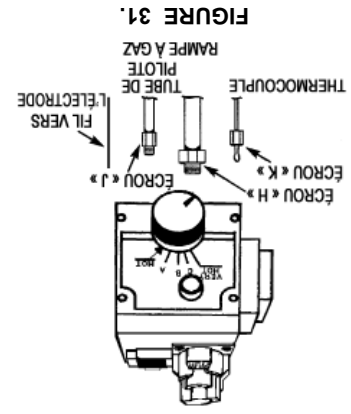
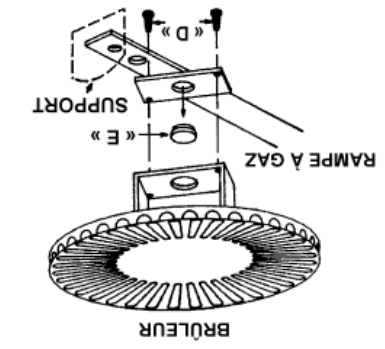
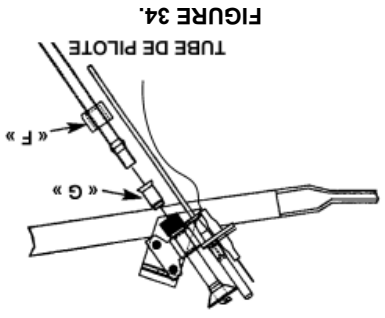

FIGURE 31.
FIGURE 33.
FIGURE 34.
Étape 15. Vérifiez les fuites de gaz avec uniquement la flamme du pilote qui brûle en utilisant une solution d'eau savonneuse, et non une allumette ou une flamme ouverte. Vérifiez les fuites de gaz aux raccords « F » et « G », voir Figure 34 page 19 et aux raccords « J » , voir Figure 31 page 19.
Étape 14. Poussez complètement le bouton de contrôle et tenez-enfoncé. Allumez immédiatement le pilote en utilisant l'allumeur Piezo. Continuez de tenir le bouton de contrôle enfoncé pour environ une (1) minute après que le pilote soit allumé. Relâchez le bouton et il remontera. Le pilote doit rester allumé. S'il s'éteint, répétez les Étapes 9 à 12.
Étape 19. Avec une solution d'eau savonneuse, non une allumette ou une flamme ouverte, vérifiez les fuites de gaz au raccord de gaz « H », voir Figure 31 page 19. Si une fuite de gaz se produit, arrêtez immédiatement en fermant le robinet de gaz à l'entrée au contrôle, ou en tournant le bouton de contrôle de gaz () à « PILOTE » en poussant et en tournant à « ARRÊT ». Réparez les fuites de gaz si nécessaire et répétez les étapes 9 à 19.
Étape 3. Enlevez l'assemblage du brûleur du contrôle du chauffe-eau en enlevant d'abord les 6 vis qui retiennent la porte intérieure au chauffe-eau, puis en desserrant l'écrou « H » de ¼ po qui retient l'assemblage du brûleur au contrôle, voir Figures 31 et 32. Desserrer l'écrou « J » du tube du pilote et l'écrou « K » de l'allumeur Piezo.
Étape 4. Enlevez les vis « D » dégageant du même coup la rampe à gaz du brûleur, voir Figure 33 page 19.
Étape 5. Enlevez la buse « E » en utilisant une clé de 3/8 po, voir Figure 34 page 19. Installez la buse marquée « P.L. » (qui se trouve dans le sac) dans la rampe à gaz. Serrez sécuritairement. Fixez le brûleur à la rampe à gaz avec les vis « D ».
Étape 6. Desserrez l'écrou « F » du tube du pilote, voir Figure 34 page 19. Enlevez la buse « G » et remplacez avec la buse de couleur rouge qui se trouve dans le sac. Remplacez l'écrou « F » et serrez sécuritairement.
Étape 7. Assurez-vous que toutes les connexions sont serrées de façon sécuritaire et remettez en place tout l'assemblage du brûleur dans le chauffe-eau. Positionnez l'extrémité de la rampe à gaz à l'intérieur du support tel qu'illustré dans la Figure 33 page 19. Installez de nouveau la rampe à gaz dans le contrôle et serrez l'écrou « H » de ¼ po de façon sécuritaire. Assurez-vous encore une fois que l'extrémité de la rampe à gaz soit encore à l'intérieur du support tel qu'illustré dans la Figure 33 page 19. Installez de nouveau le tube de pilote et le thermocouple dans le contrôle, voir Figure 31 page 19. Branchez le fil à l'allumeur Piezo. Remettez en place la porte intérieure en utilisant les 6 vis enlevées à l'Étape 3.